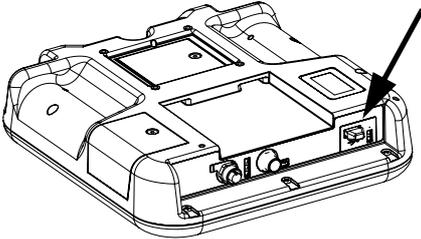

FIG. 18: Puerto USB del ADM
1. Inserte la unidad de memoria flash USB en el puerto USB (BL). Vea la FIG. 18 en la página 29.
3. Retire la unidad de memoria flash USB del puerto USB (BL).